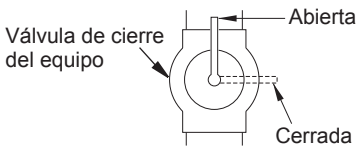

Figura 14 - Válvula de cierre del equipo
1. Cierre la válvula de cierre del equipo (consulte la figura 14, página 39).
1. Abra la válvula de cierre del equipo (consulte la figura 14).